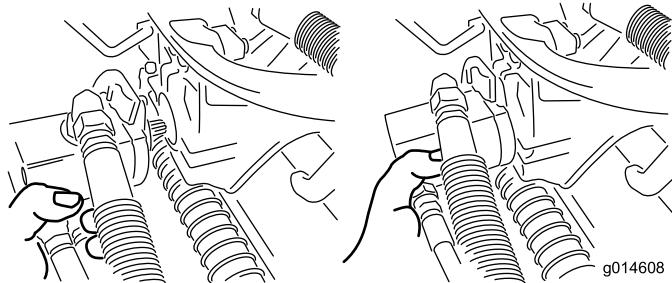

Bild 37
- 3. Legen Sie den Motor am Aufbewahrungsort vorne am Aufhängearm ab (Bild 37).